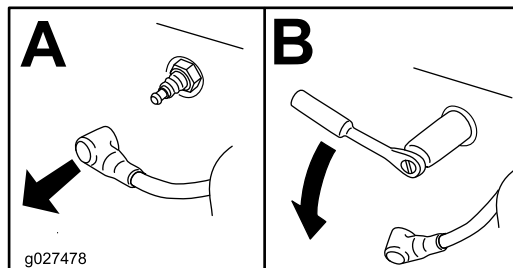

Рисунок 46
- Снимите свечу зажигания (Рисунок 46).